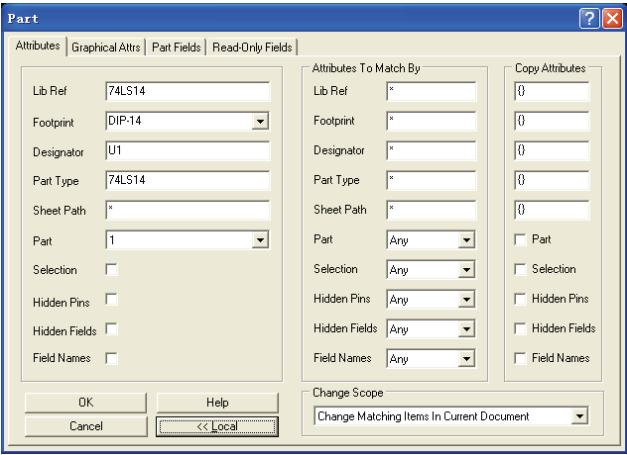

图 2-29 “Part” 对话框
- “Global>>” 按钮：用于显示详细的 “Part（全局元器件属性）” 对话框，如图 2-29 所示。用户可以在后面弹出的详细的操作框中设置匹配属性和复制属性。